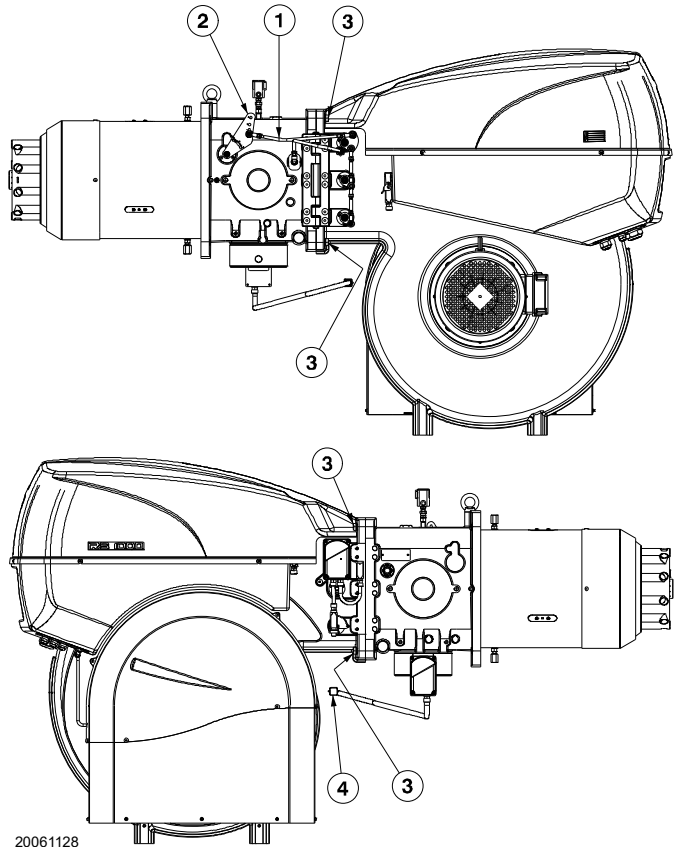

Abb. 30
- Den Zuganker 1)(Abb. 30) des Steuerhebels des Flammkopfs durch Lockern der Mutter 2) entfernen.